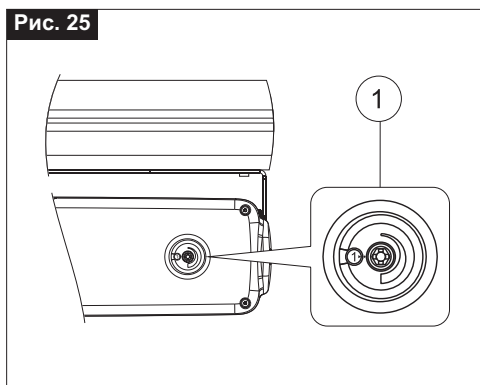

Рис. 26
- 2) **Рис. 26-** Начертите карандашом центральную линию "Y" на раме и створке;